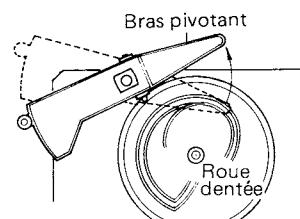

Fig. 5-1.
- Tourner la roue dentée centrale de façon à amener l'extrémité du bras pivotant à proximité de la périphérie de la roue. Lever sans forcer l'extrémité du bras pivotant et la dégager des dents de la roue (Fig. 5-1).